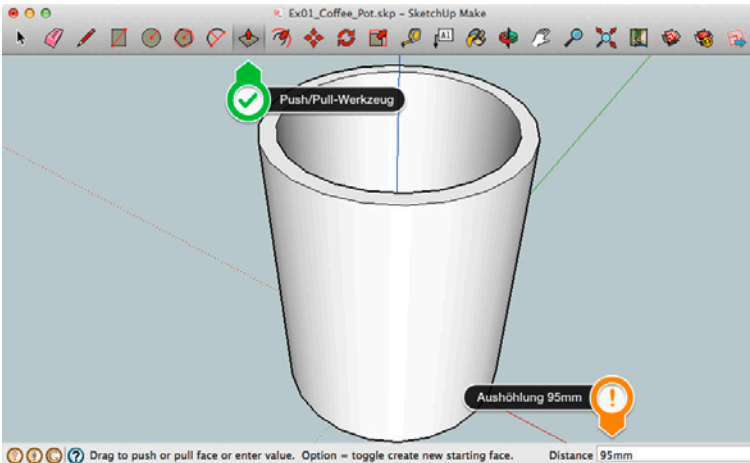

Bild 1.9 Ihr erster eigener 3D-Becher ist fertig!
7. Wählen Sie nun wieder das *Push/Pull*-Werkzeug aus. Drücken Sie dazu einfach die Taste P (Bild 1.9).